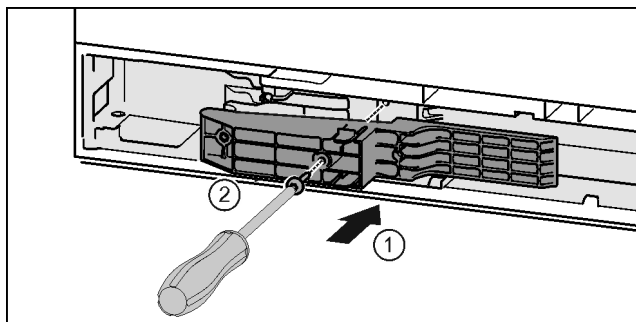

Fig. 45 *
- ▶ Adaptér na straně madla vložte do vybrání. Fig. 45 (1)*
- ▶ Šroubovákem T15 pevně utáhněte šrouby. Fig. 45 (2)*